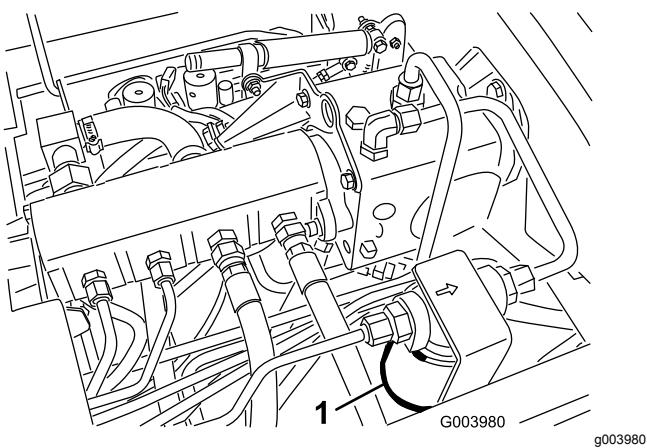
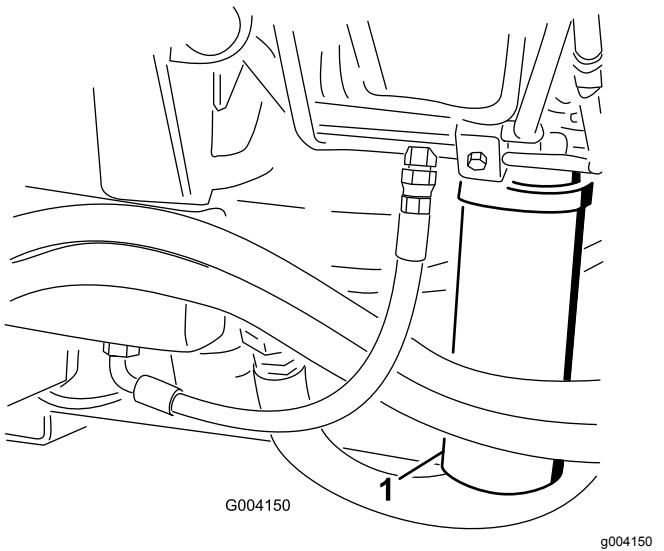

Bild 67
Bild 68
2. Reinigen Sie den Bereich um den Filterbefestigungsbereich und stellen eine Auffangwanne unter den Filter (Bild 67 und Bild 68).